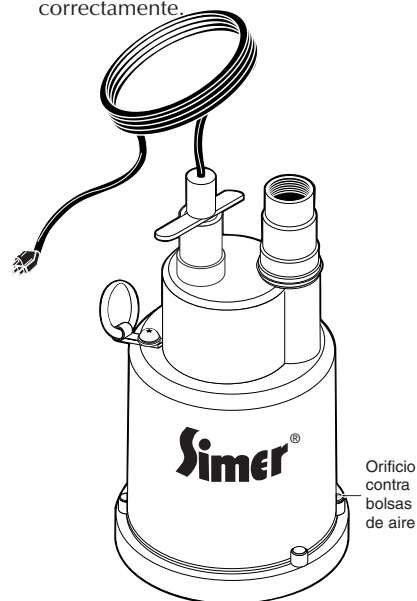

Figura 1
3. Esta bomba posee un orificio contra bolsas de aire (consulte la Figura 1). Manténgalo limpio para que funcione correctamente.